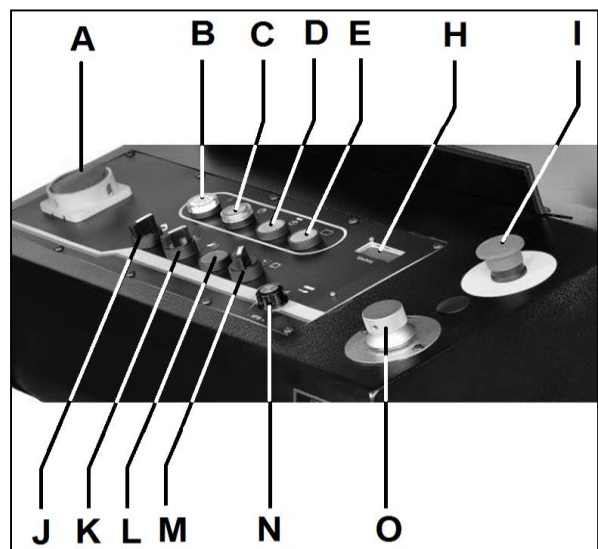
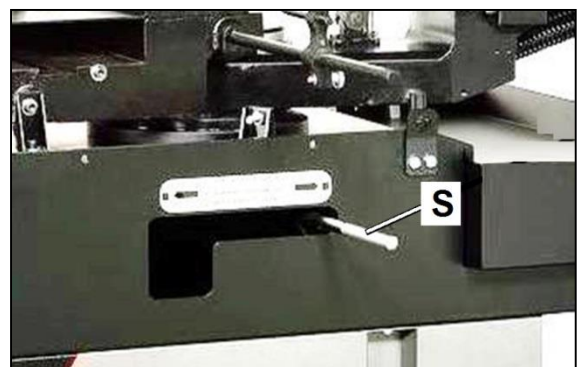

Abb. 7-1: Bedienelemente der Maschine
Abb. 8-1: Einstellungen für Gehrungsschnitte
- Verkantet sich das Sägeband beim Sägen im Werkstück oder wird es eingeklemmt, muss die Maschine mit dem Not-Aus-Schalter (I, Abb. 7-1) sofort abgeschaltet werden. Den Spannstock danach langsam und vorsichtig öffnen, das Werkstück herausnehmen und überprüfen, ob das Sägeband oder
Den Knopf (N, Abb. 7-1) drehen, um die Bandgeschwindigkeit einzustellen.
Die Maschine an die Stromquelle anschließen. Den Hauptnetzschalter (A, Abb. 7-1) auf ON schalten. Die Netzkontrollleuchte (B) leuchtet auf.
1. Die Taste (C) drücken, um die Hydraulikpumpe zu starten.
1. Den Hauptnetzschalter (A, Abb. 7-1) einschalten.
2. Die Taste (C) drücken, um die Hydraulikpumpe zu starten.
3. Den manuellen Betrieb mit dem Schalter (M) wählen.
4. Den Schalter (J) verwenden, um den Sägebühel nach oben zu bewegen.
6. Den Hauptnetzschalter (A) ausschalten.
7. Durch Drehen des Feststellhebels (S, Abb. 8-1) nach links wird der Sägebühel gelöst.